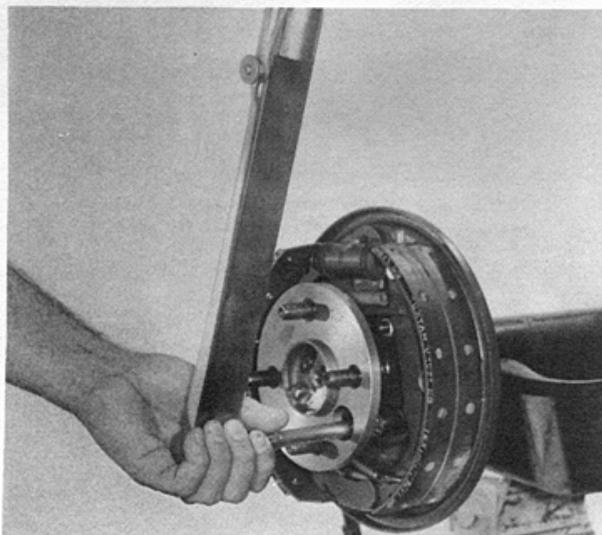

Fig. 10 - Aperto das porcas com torquímetro.
- Usar a chave de torque mostrada na Fig. 10, para dar de 25-35 Lbs-pé de torque às porcas. Montar os tambores de freio, as porcas de retenção, as rodas, etc..